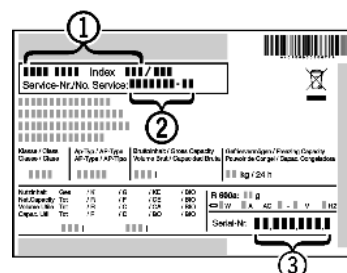

Fig. 7
- ▶ Apparaataanduiding Fig. 7 (1), service-nr. Fig. 7 (2) en serie-nr. Fig. 7 (3) van het typeplaatje aflezen. Het typeplaatje bevindt zich aan de linkerkant binnen in het apparaat.
- ▶ Contact opnemen met de Technische Dienst en het probleem, apparaataanduiding *Fig. 7 (1)*, service-nr. *Fig. 7 (2)* en serie-nr. *Fig. 7 (3)* mededelen.